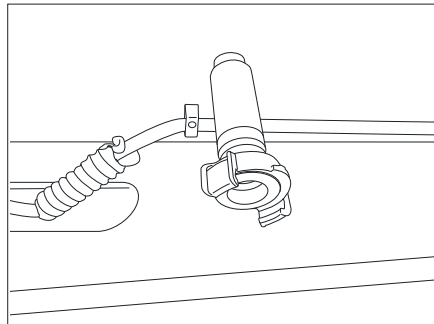

Fig. 175 Conexión de agua potable (tubería de latón)
- Conectar el agua potable al cierre de bayoneta (tubería de latón, Fig. 175).
- Quitar la conexión de agua potable (tubería de latón Fig. 175).